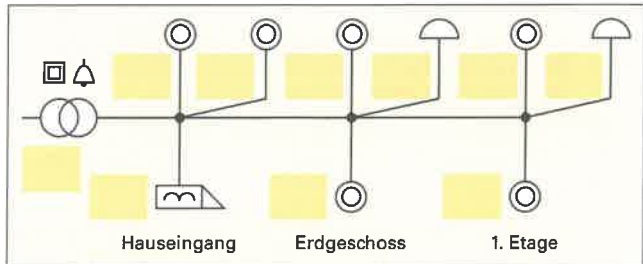

Bild 1: Übersichtsschaltplan
- die Kennbuchstaben im Übersichtsschaltplan (**Bild 1**) und